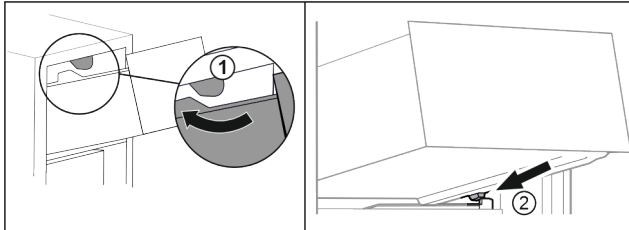

Fig. 14
- ▶ Schubfach um die oberen Stopper herumführen. Fig. 14 (1)
- ▶ Schubfach schräg hinter den unteren Stoppfern auf Behälterrippe aufsetzen. Fig. 14 (2)